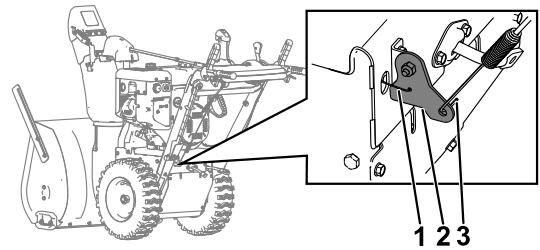

Figure 5
6. À l'arrière de la machine, décrochez le câble de commande de déplacement de son support (Figure 5).